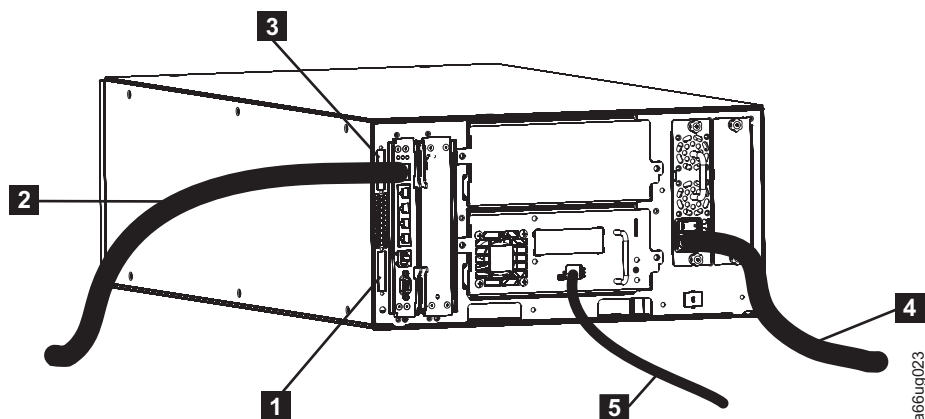

図 3-15. ファイバー・ドライブを搭載した 5U ライブラリーの配線
1. 上部モジュール通信ターミネーター (図 3-15 の **3**) を取り付けます。
2. 下部モジュール通信ターミネーター (図 3-15 の **1**) を取り付けます。
3. お客様が用意されたイーサネット・ケーブル (図 3-15 の **2**) の一方の端をライブラリー制御ブレード・イーサネット・ポートに取り付け、次に、ケーブルの他方の端をネットワークに接続します。
4. ドライブ・ファイバー・ケーブル (3-18 ページの図 3-15 の **5**) の一方の端をライブラリー内のファイバー・ドライブに取り付け、次に、ケーブルの他方の端をネットワークに接続します。この手順を、ライブラリー内のすべてのファイバー・ドライブで繰り返します。
5. 電源コード (3-18 ページの図 3-15 の **4**) の一方の端をライブラリーの電源機構にあるコンセントに取り付け、次に、コードの他方の端を給電部に接続します。この手順を、ライブラリー内のすべての電源機構で繰り返します。